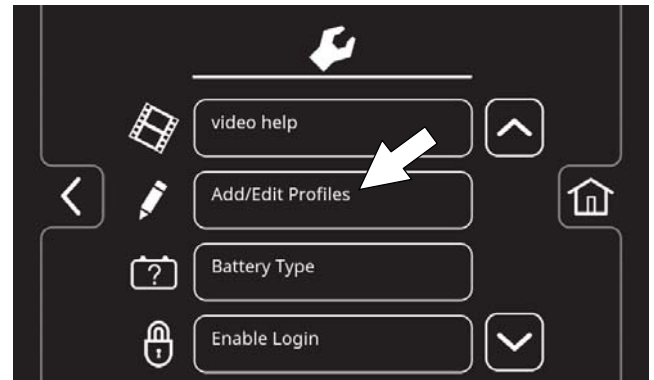

ABB. 156
1. Drücken Sie die Taste zum Hinzufügen/Bearbeiten von Profilen, um ein neues Benutzerprofil einzugeben (Abbildung 156).